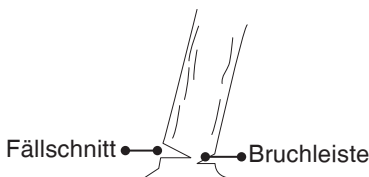

Abb. 20
- Sobald der Fällschnitt die Bruchleiste erreicht, sollte der Baum zu fallen beginnen (Abb. 20).